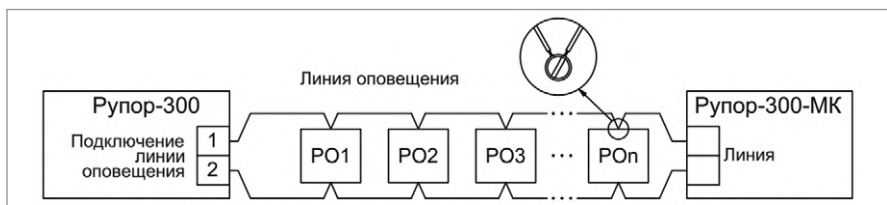

Рисунок 11. Схема внешних соединений модуля контроля линии «Рупор-300-МК»
2. Схема внешних соединений приведена на Рисунок 11.